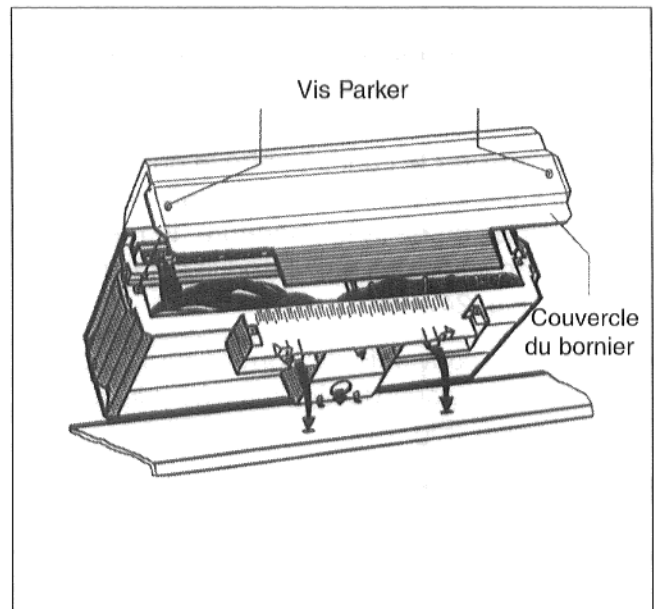

Fig. 21
- Retirer les deux vis Parker du couvercle du bornier et retirer le couvercle (Fig. 21).
- Poser l'appareil de régulation de manière à introduire les crochets dans les trous oblongs, tirer l'appareil de régulation vers l'avant puis le basculer vers l'arrière, jusqu'à ce que les crochets élastiques s'encliquettent à gauche et à droite (flèche - Fig. 21).
- Visser le couvercle du bornier sur la face arrière de l'appareil de régulation à l'aide de deux vis Parker (Fig. 21).